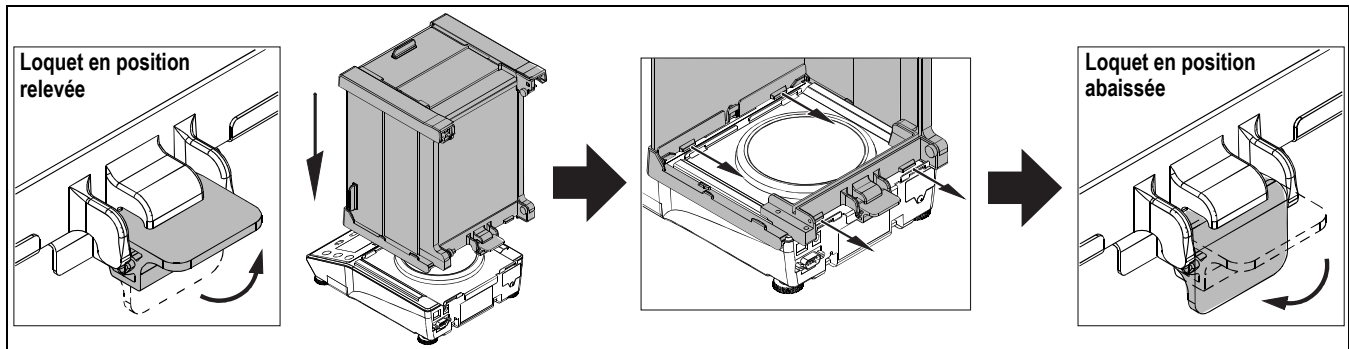

Figure 2-14. Poser le paravent sur la balance
15. Placer l'ensemble complet sur la balance, comme illustré à la Figure 2-14.